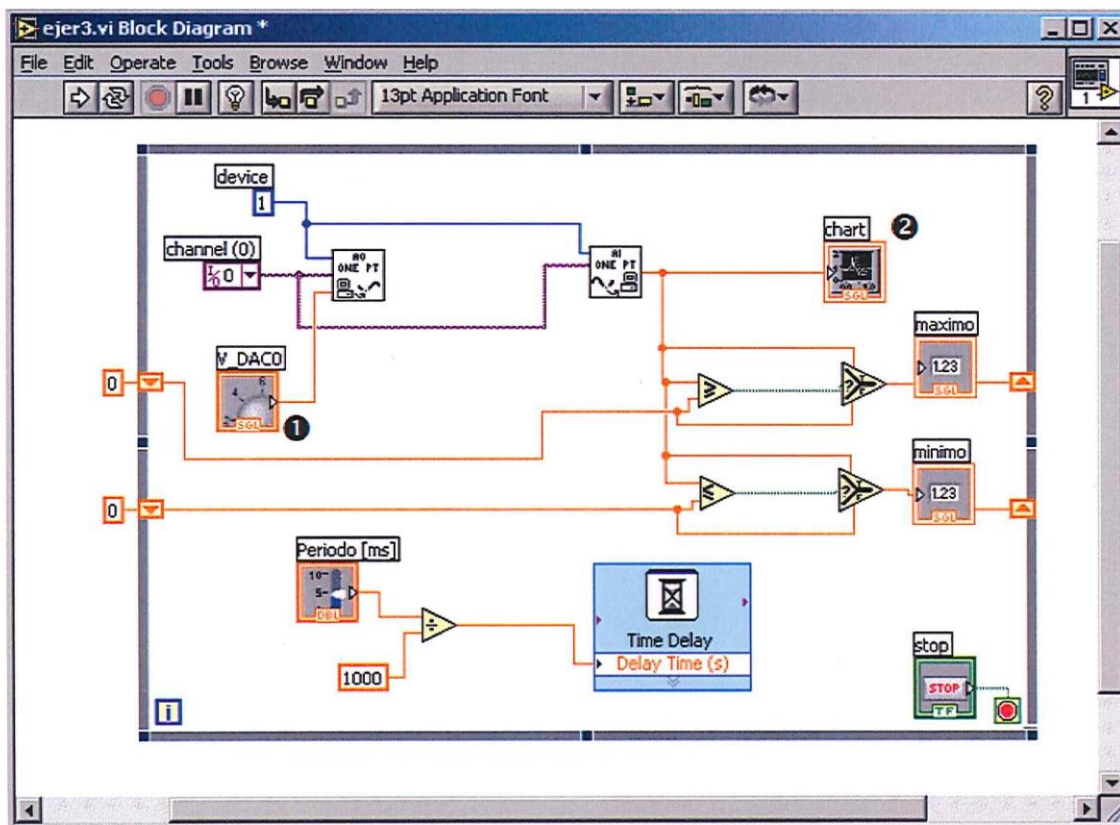

Figura II. 8
A) Eliminar la parte correspondiente a la detección de máximos y mínimos en la Figura II. 8 y representar en el Waveform Chart la señal proveniente del ADC0 y ésta misma retardada 3 y 6 periodos de ejecución. Es decir, deben representarse 3 gráficas simultáneamente, con un retardo de tres periodos entre cada una de ellas.